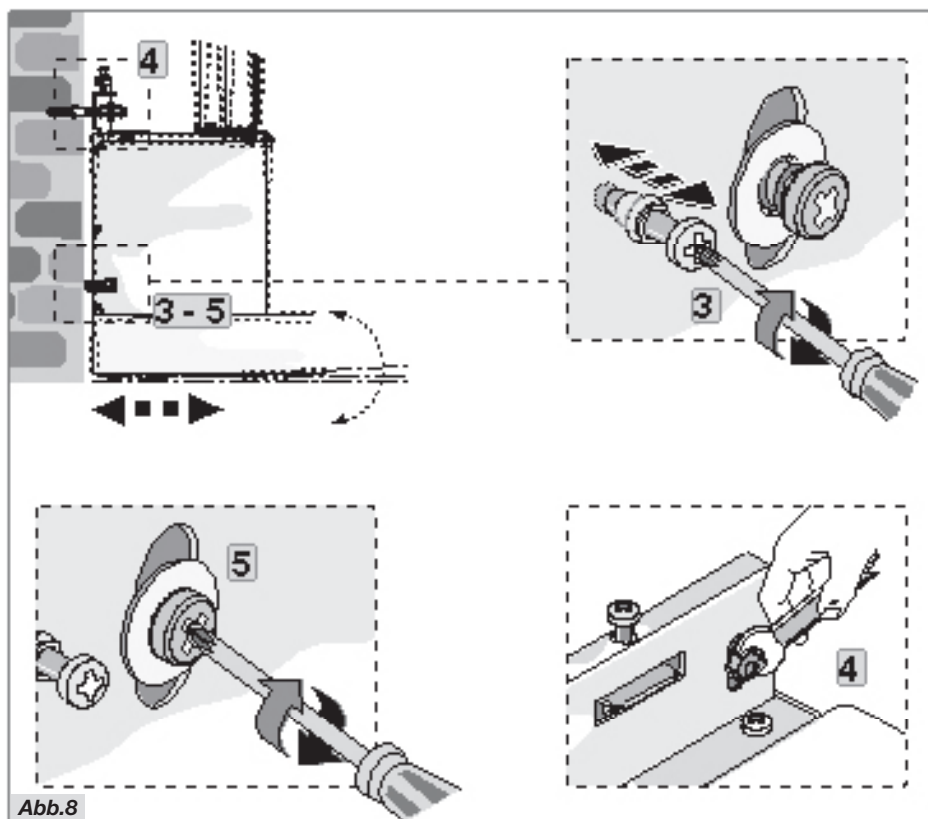

Abb.8
- Richten Sie das Gerät waagrecht aus, indem Sie die zwei Justierschrauben in der Nähe der Sicherheitsbohrungen entsprechend einstellen (Abb.8 Schritt 3).
- Ziehen Sie nach der Ausrichtung der Abzugshaube sowohl die Schrauben der Abb.8 Schritt 4 als auch die Sicherheitsschrauben ganz an (Abb.8 Schritt 5).